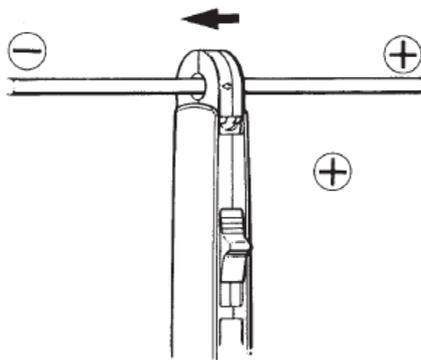

Fig. 2
- (1) Con el interruptor de alimentación en la posición DC, coloque el selector de rango en la posición de rango deseada.
- (2) Antes de realizar las mediciones, ajuste a cero la pantalla girando el mando DC A 0 ADJ. Para obtener una lectura precisa, acostúmbrese a ajustar a cero antes de cada uso. El instrumento puede salirse de cero después de cambiar la escala. Además, ajuste a cero después de cada cambio de alcance.
- (3) Apriete el gatillo de la mordaza para abrir las mordazas del transformador y sujetar un sólo conductor. La medición de corriente se mostrará en la pantalla LCD.
- (4) La polaridad de la corriente CC es positiva (+) cuando circula por las mordazas del transformador en el sentido de la flecha, tal como se indica en la Fig. 2.